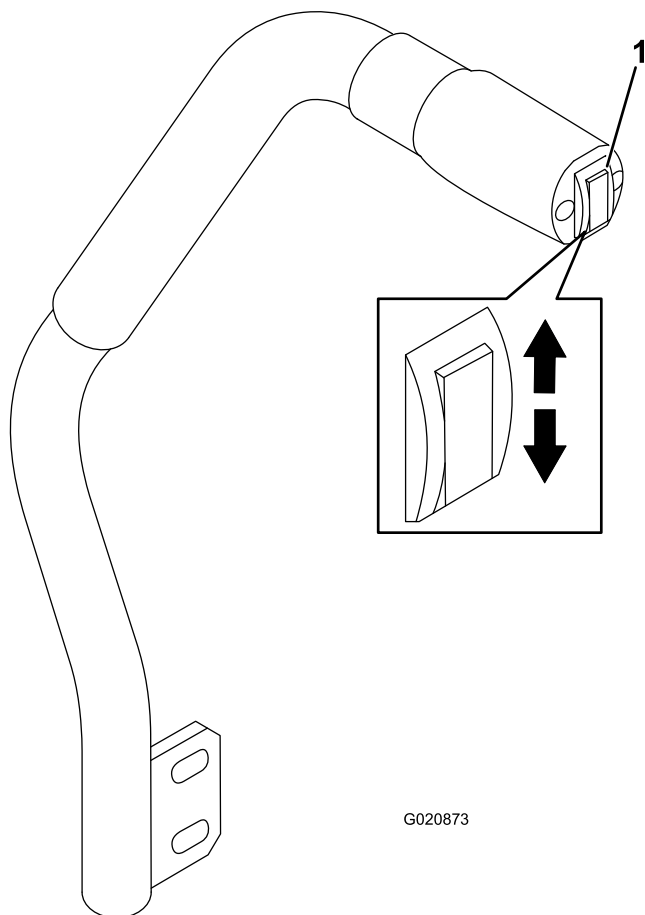

Рисунок 21
Переключатель подъема деки поднимает и опускает деку газонокосилки (Рисунок 21). Рычаг можно использовать только при работающем двигателе.
- Чтобы опустить деку газонокосилки, нажмите переключатель подъема деки вниз (Рисунок 21).
- Чтобы поднять деку газонокосилки, нажмите переключатель подъема деки вверх (Рисунок 21).
1. При работающем двигателе нажмите и удерживайте нажатым переключатель подъема деки вверх, пока дека газонокосилки полностью не поднимется, после чего **немедленно отпустите переключатель** (Рисунок 21).